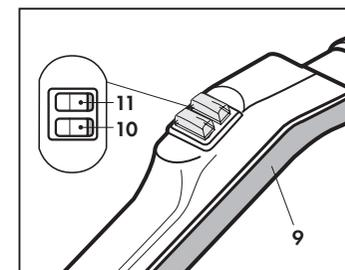

Fig. 12
**IMPUGNATURA ANATOMICA (9)**
- Sull'impugnatura sono presenti due interruttori (Fig.12)
- **Interruttore rosso (10):** premendolo, si permette l'erogazione del vapore dall'accessorio.
- **Interruttore azzurro (11):** premendolo, si permette l'aspirazione di sostanze liquide o solide.